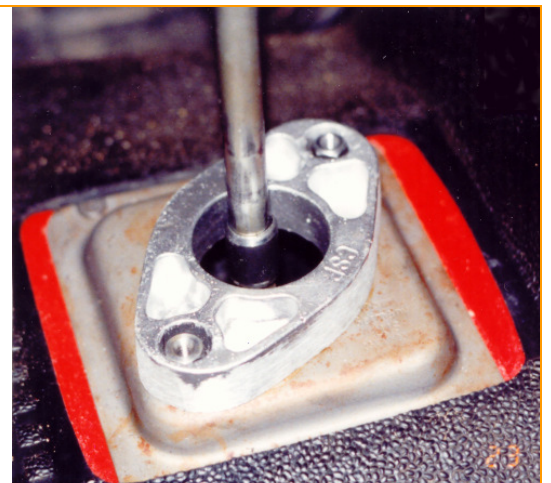

Fig.4
- Place the aluminium plate over the two nuts, with the CSP-sign facing up. See Fig.4
- Setzen Sie die Schaltwegverkürzung mit dem CSP-Zeichen nach oben über den Schalthebel und die Distanzmuttern. Siehe Fig.4.